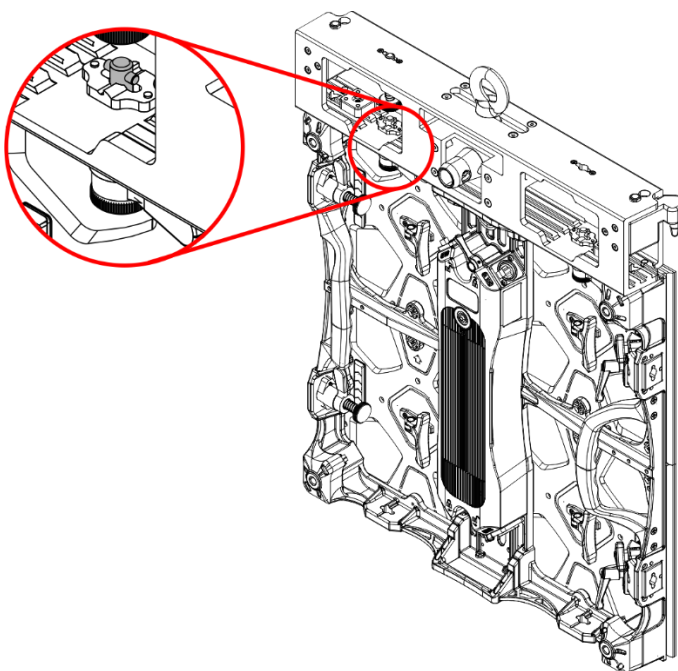

Fig. 22
- 04) Asegúrese de que los **pernos (C)** del **mecanismo de bloqueo izquierdo (06)** estén firmemente sujetos en la abertura del cierre rápido de la parte inferior de la barra de rigging como se muestra en la Fig. 22.